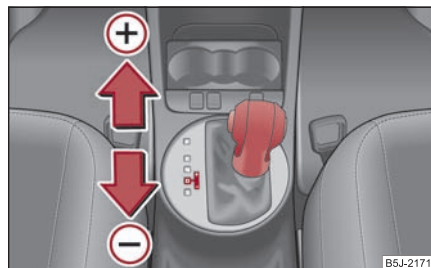

Fig. 127 Sélectionneur: Enclenchement manuel
- Poussez le sélecteur (en position Tiptronic) vers l'avant ⇒ fig. 127 ⊕ ▶